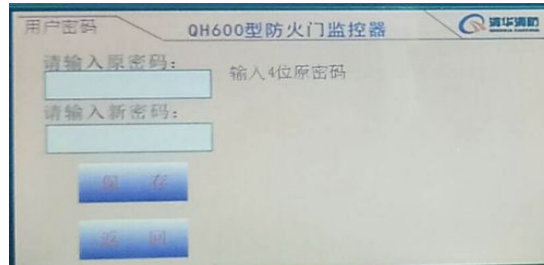

图 4.10 用户密码修改
4.4.7 **用户密码设置**：设置菜单下选择“密码设置”进入密码设置菜单，首先要输入用户密码。如图 4.10 所示，在密码校验菜单正确后输入新用户密码，安装密码设置完成后，点击“保存”。